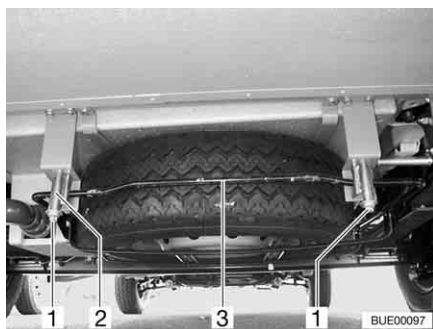

Fig. 279 Supporto per la ruota di scorta (cestino di alloggiamento)
- Allentare i dadi (Fig. 279,1) sul gancio destro e sinistro (Fig. 279,2) del supporto per la ruota di scorta.
- Premere leggermente la staffa (Fig. 279,3) verso l'alto. Contemporaneamente spingere il gancio verso il basso e sganciare la staffa.